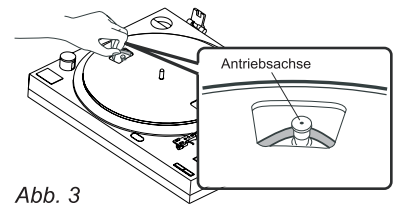

Abb. 3
4. Der Gummi-Antriebsriemen ist durch die Plattentellerlöcher zu sehen. Fassen Sie den Antriebsriemen und legen Sie ihn über die Antriebsachse (Abb. 3).